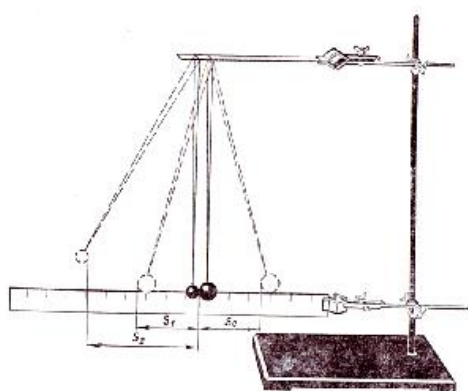

Рис.1
1. Соберите установку по рис.1: